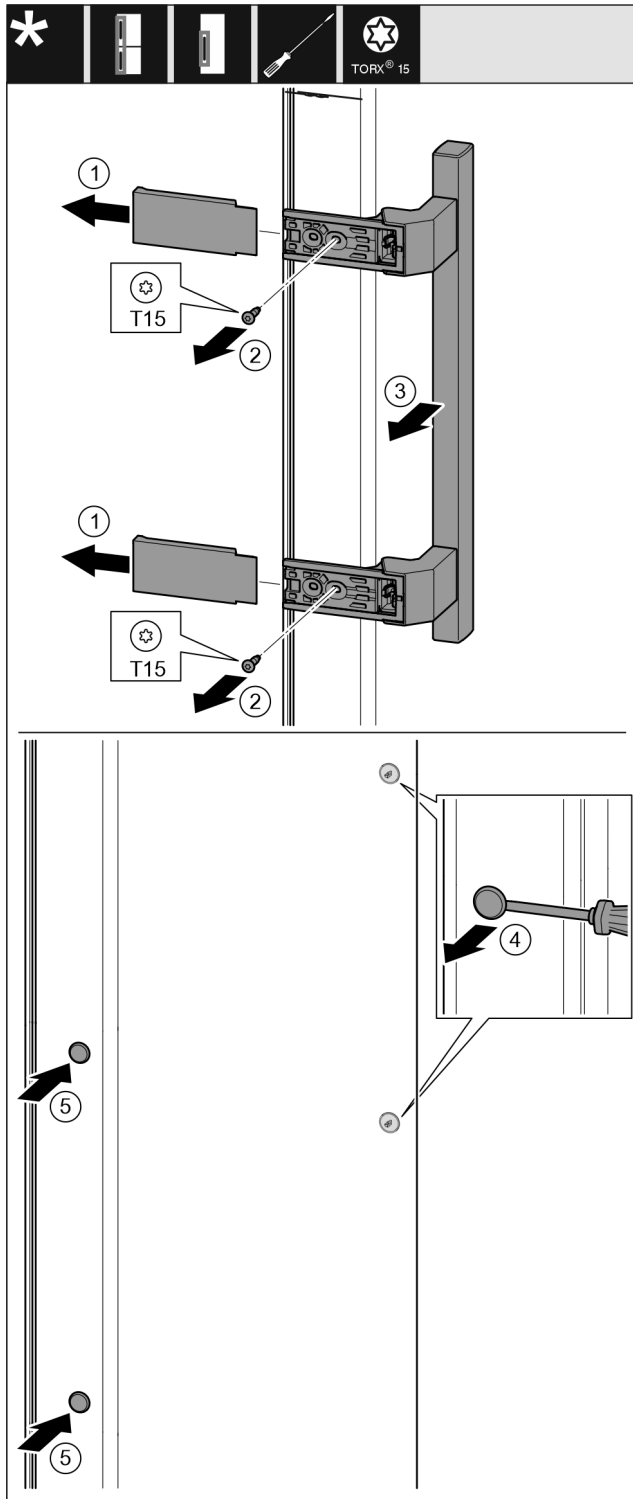

Fig. 18
- Trekk dekselet av. Fig. 18 (1)
- Skru ut skruene med skrutrekker T15. Fig. 18 (2)
- Ta av håndtaket. Fig. 18 (3)
- Løft sideproppen forsiktig opp med en skrutrekker, og trekk den ut. Fig. 18 (4)
- Sett proppen inn igjen på den andre siden. Fig. 18 (5)